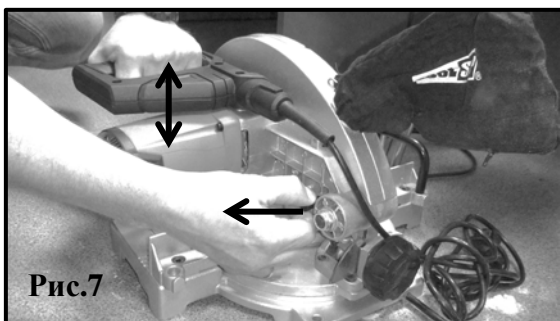

Рис.7
**Поднимите режущую голову (рис.7).**